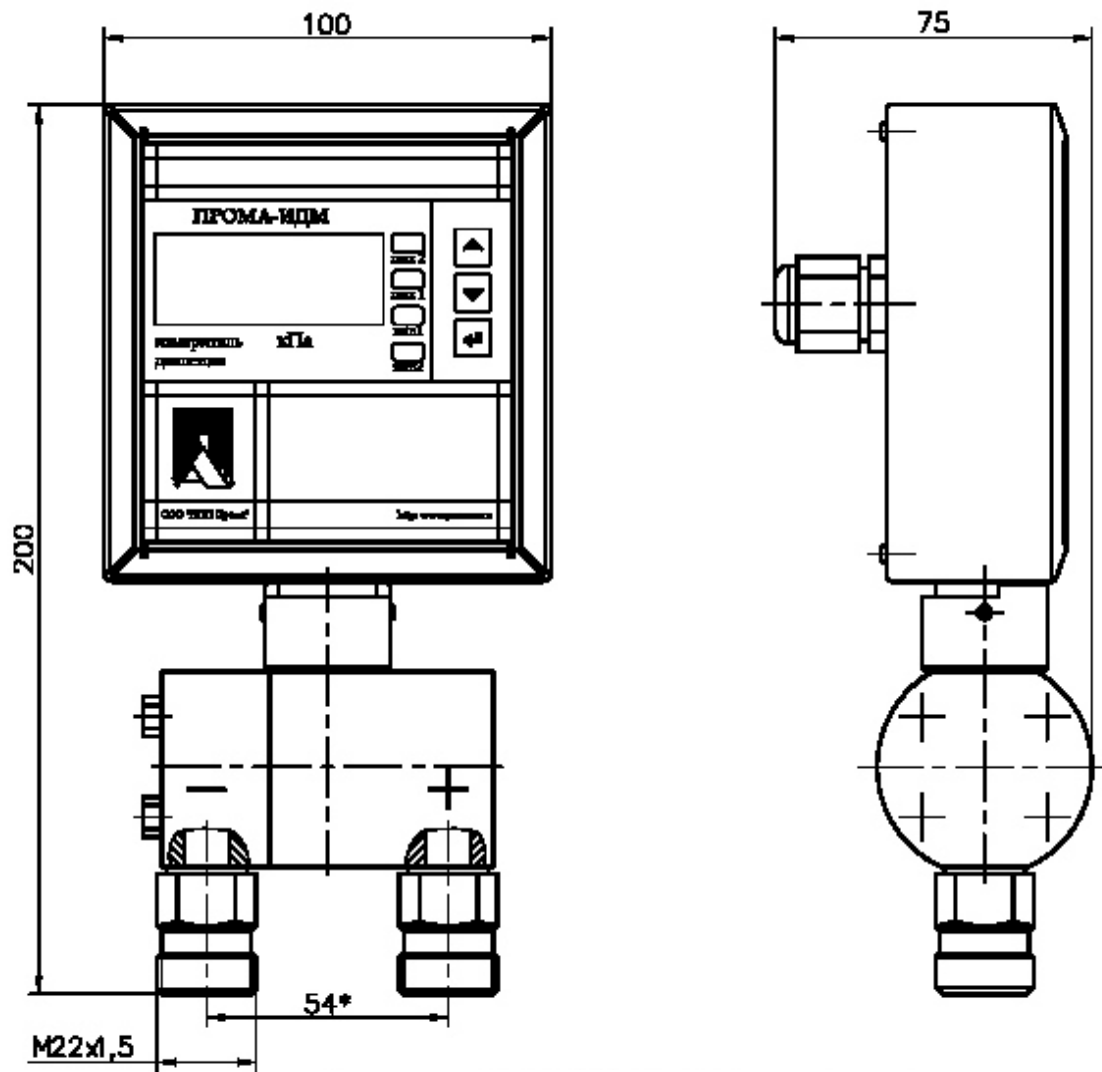

Рис. 3.3.Измеритель Прома-ИДМ-ДД-Р (газ, жидкость). Исполнение для штуцерно-резьбового монтажа. Габаритный чертеж.
- Рис. 3.3. Измеритель Прома-ИДМ(Р)-ДД (газ, жидкость). Исполнение для штуцерно-резьбового монтажа. Габаритный чертеж.